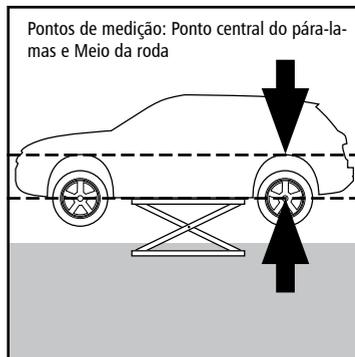

Figura 2, Veículo com molas distendidas
4. Agora o veículo está com as molas distendidas e as rodas não têm contato ao chão (figura 2). Agora meça novamente a distância entre o meio da roda e o ponto central do pára-lamas.